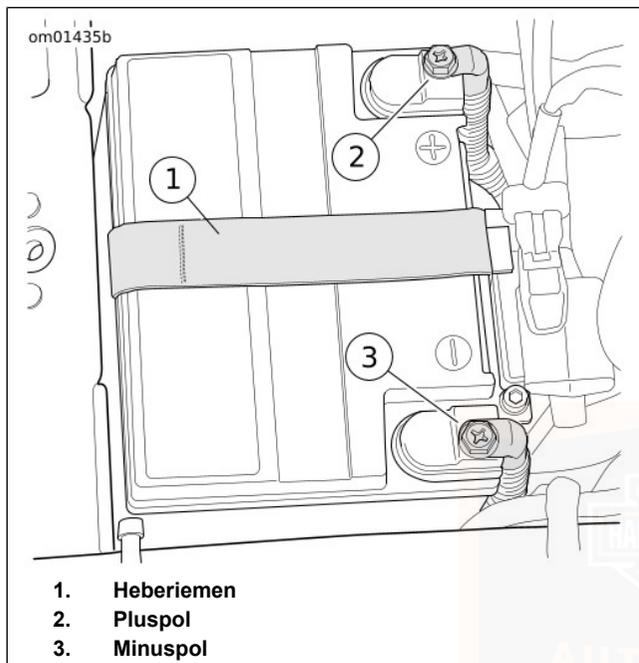

Abbildung 90. Batteriefach
10. Siehe Abbildung 90. Beide Batteriekabel, das Batterieminuskabel zuerst, abklemmen.
3. Siehe Abbildung 90. Die Batterie mit der Kontaktseite nach vorne in die Batteriegrundplatte einsetzen.